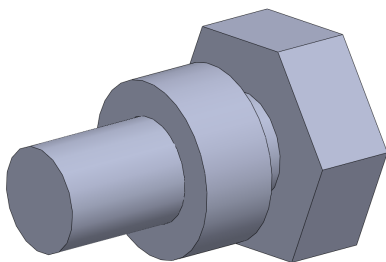

图 10-6 打开素材模型
(1) 单击常用工具栏中的【打开】按钮，打开一幅素材模型，如图 10-6 所示。